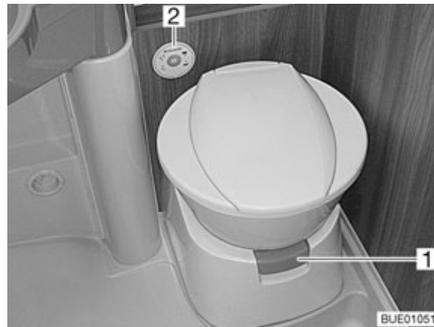
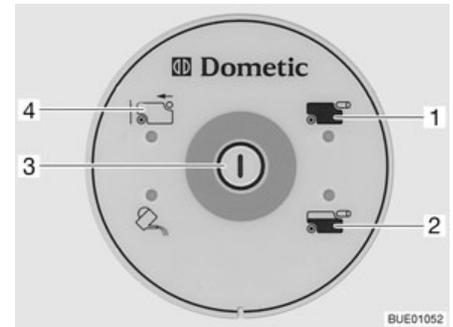

Fig. 255 Taza del inodoro con unidad de control y de mando
Fig. 256 Unidad de control y de mando del inodoro
Antes de utilizar el inodoro dejar que un poco de agua llegue a la taza del inodoro. Para esto, pulsar el botón del inodoro (Fig. 256,3) en la unidad de control y de mando (Fig. 255,2).
- Antes del lavado, abrir la corredera del inodoro. Para esto extraer la palanca de corredera (Fig. 255,1).
- Para lavar, pulsar el botón del inodoro (Fig. 256,3).
La luz de control (Fig. 256,2) se enciende cuando 3/4 del depósito de aguas fecales están llenos.
La luz de control (Fig. 256,1) se enciende cuando es necesario vaciar el depósito de aguas fecales.
- Abrir la corredera. Para esto extraer la palanca de corredera (Fig. 255,1).
- Hundir la palanca de corredera (Fig. 255,1). Se cierra la corredera. Para el vaciado **debe** estar cerrada la corredera del inodoro.
- Sacar el depósito de aguas fecales y vaciarlo como se describe en los apartados 11.8.5 y 11.8.6. En la unidad de control y de mando se enciende el visualizador "depósito de aguas fecales sacado" (Fig. 256,4).